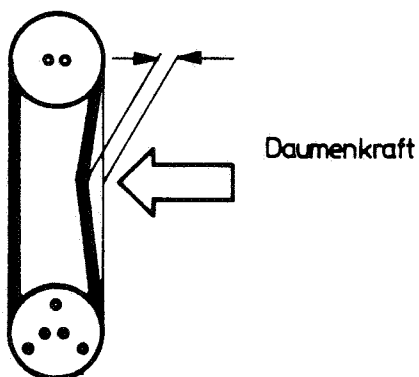

Bild 25: Keilriemenvorspannung
- Riemen­spannung ist in Ordnung, wenn sich der Riemen in der Mitte zwischen den Keilriemenscheiben durch starke Daumenkraft ca. 5 mm durchbiegen l sst. (Bild 25). Ist dies nicht der Fall, so ist der Riemen nachzuspannen.